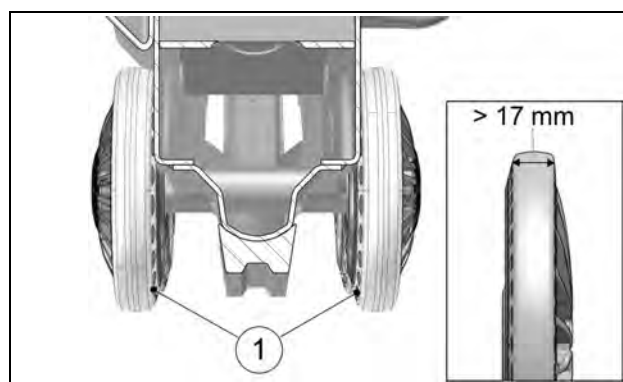
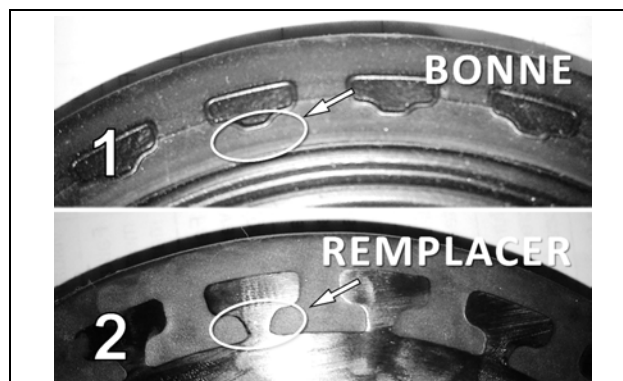

Figure 37
Figure 38
Vérifier l'usure de la bande de guidage interne (1). Remplacer la roue si l'usure du revêtement révèle la structure de plastique interne (Fig. 35-2) -- (roue neuve: Fig. 35-1) ou si la largeur de la bande de roulement est inférieure à 17 mm -- (état neuf: 22 mm). Une roue trop usée n'offre plus le support nécessaire au guidage de la chenille. Figure 37 et Figure 38.